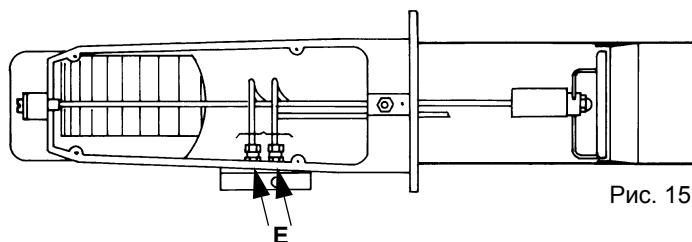

Рис. 15
- 3 отвинтить муфты трубочек подачи дизтоплива - Рис. 15 (использовать 2 гаечных ключей, во избежание расслабления соединения распределительного блока);